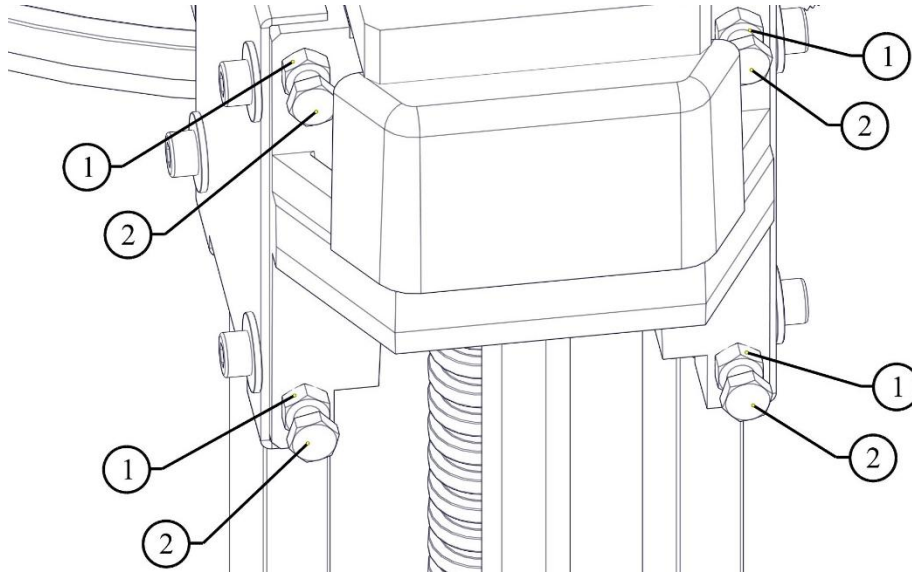
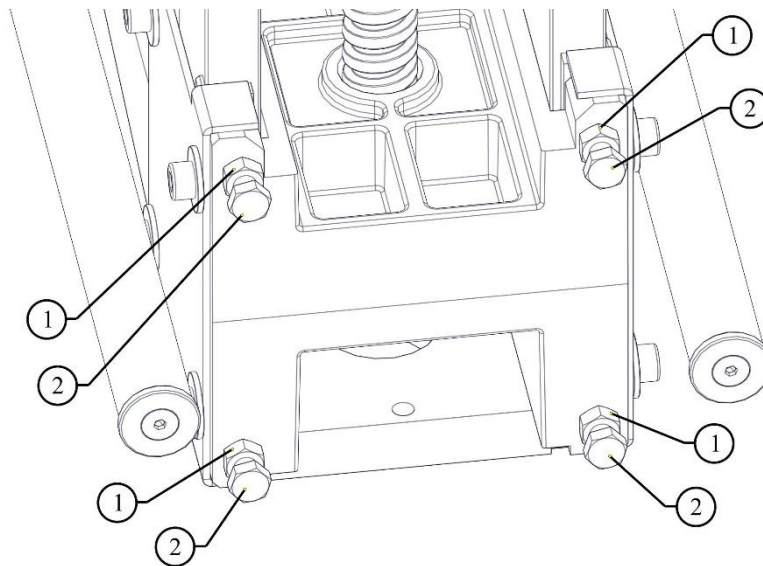

Figure 20: Réglage du bras supérieur
Figure 21: Réglage du bras inférieur
- Desserrer les écrous (indiqués par 1 sur Figure 20 et Figure 21<) avec la clé fournie ;
- Serrer les vis (indiquées par 2 sur Figure 20 et Figure 21) **MANUELLEMENT** jusqu'à l'annulation du jeu vertical entre le bras et le guide ;